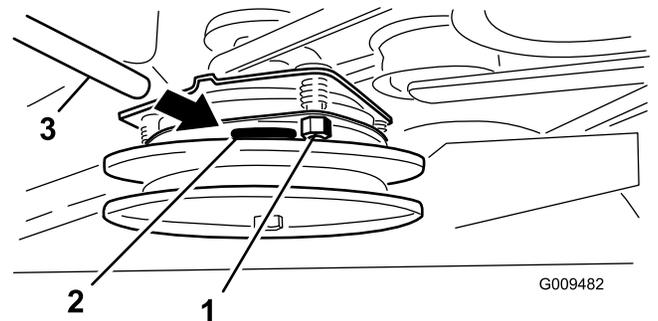

図 59
5. すき間ゲージがかかるくはさまれるがまだ楽に動かせる程度までロックナットを締め付ける 図 59。